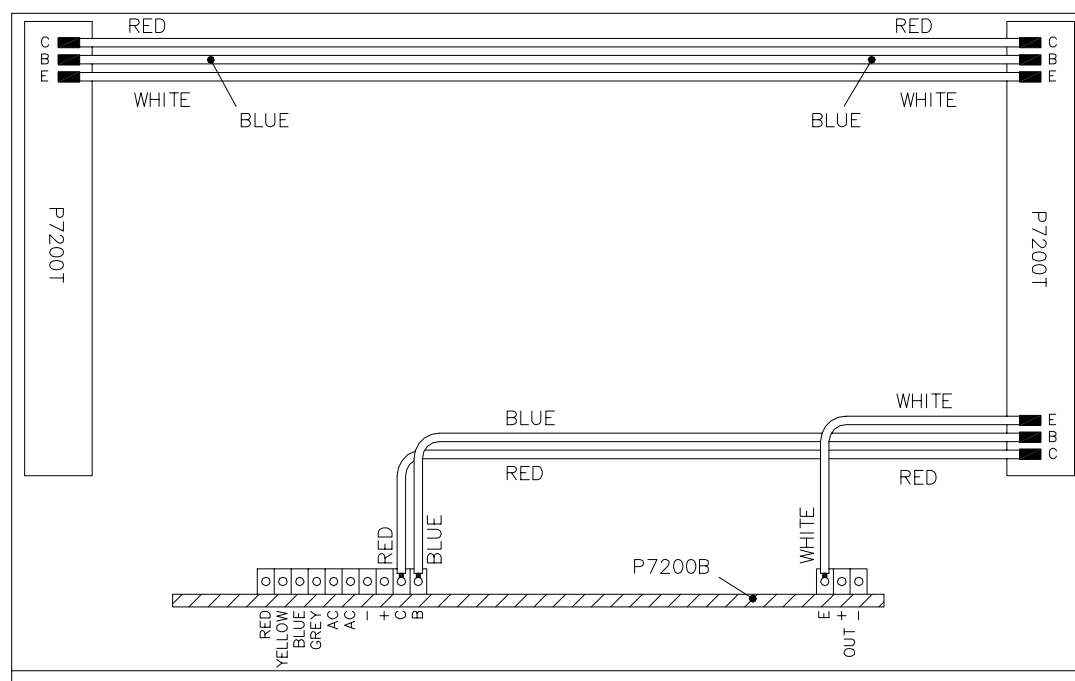

FIG. 7.0
- Verbinden Sie die rechten Transistorleiterplatten-Anschlüsse E, B und C mit den übereinstimmenden Anschlüssen der Basisleiterplatte mit weißem, blauem und rotem Draht (vergessen Sie die Kabelschuhe nicht) (siehe Abb. 7.0).
- Stellen Sie eine Durchverbindung der einen Transistor-Leiterplatte zur andere Transistor-Leiterplatte her (siehe Abb. 7.0).